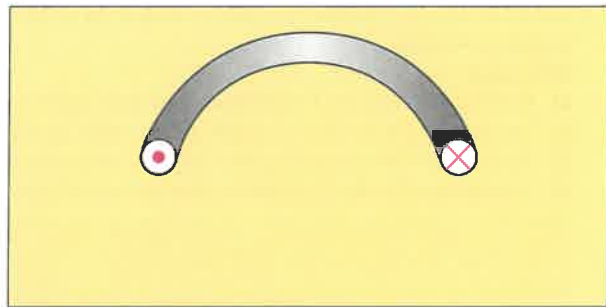

Bild 2: Magnetfeld einer Leiterschleife
- Skizzieren Sie im **Bild 2** das Magnetfeld einer stromdurchflossenen Leiterschleife (Windung).